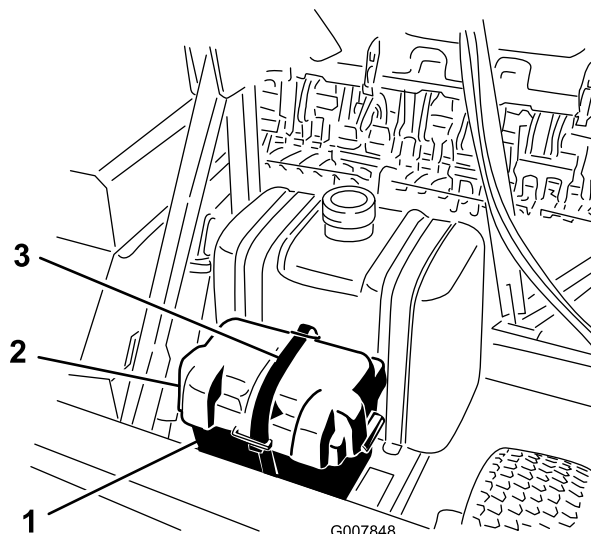

Рисунок 3
2. Снимите ремень крепления крышки аккумуляторной батареи к батарейной коробке (Рисунок 3).